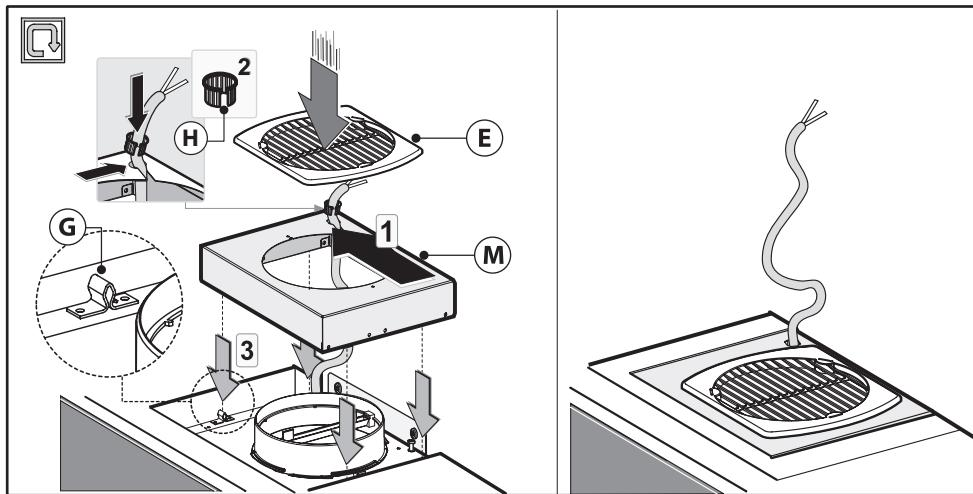

Fig.6
- Far passare il cavo di alimentazione sull'asola del cupolino **M** indicata in **Fig.6**.
- Riposizionare il cupolino **M** e la griglia **E** facendo attenzione che si agganci perfettamente ai perni di fissaggio **G** (**Fig.6**).